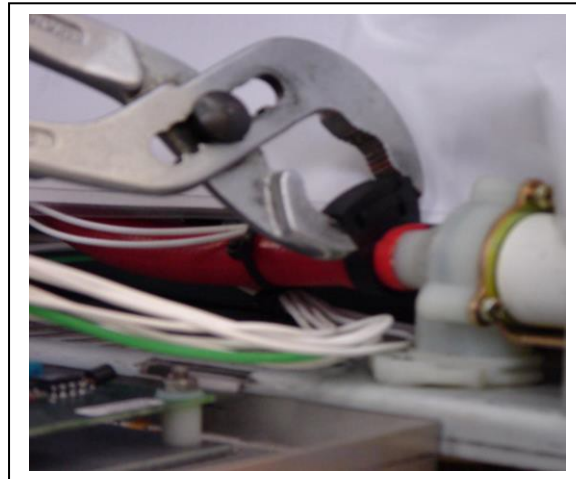

Fig. 5
- Coloque la manguera suelta junto a la conexión de la válvula de agua y corte la manguera al tamaño adecuado. Use una abrazadera para sujetar la manguera a la válvula. Véase fig. 5.